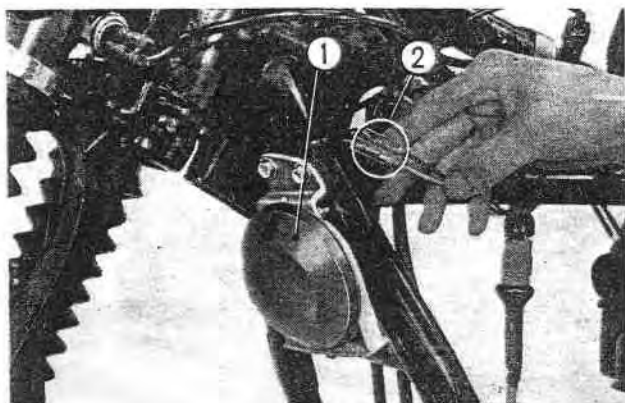

Fig. 16-20 ① Avertisseur
② Boulon de raccord
1. Débrancher les fils électriques. (Fig. 16-20)
2. Déposer l'avertisseur en dévissant les deux boulons de fixation sur le cadre. (Fig. 16-20)